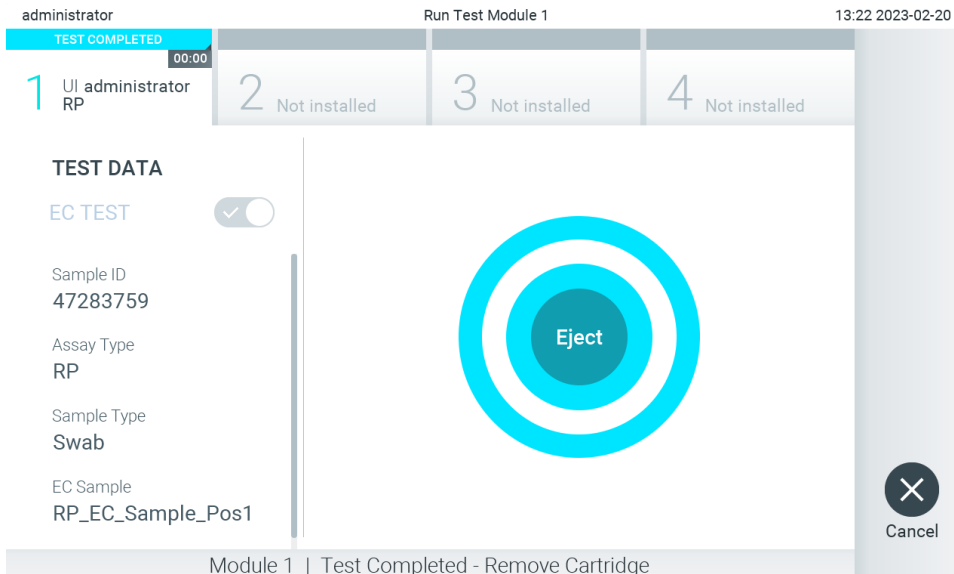

Figura 99. Afișarea ecranului Eject (Scoatere).
11. După ce testarea este finalizată, va apărea ecranul **Eject** (Scoatere) (Figura 99). Apăsați **Eject** (Scoatere) pe ecranul tactil pentru a scoate cartușul de test QIAstat-Dx și eliminați-l ca biodeșeu periculos, în conformitate cu toate regulamentele și legile naționale, regionale și locale privind sănătatea și securitatea în muncă.